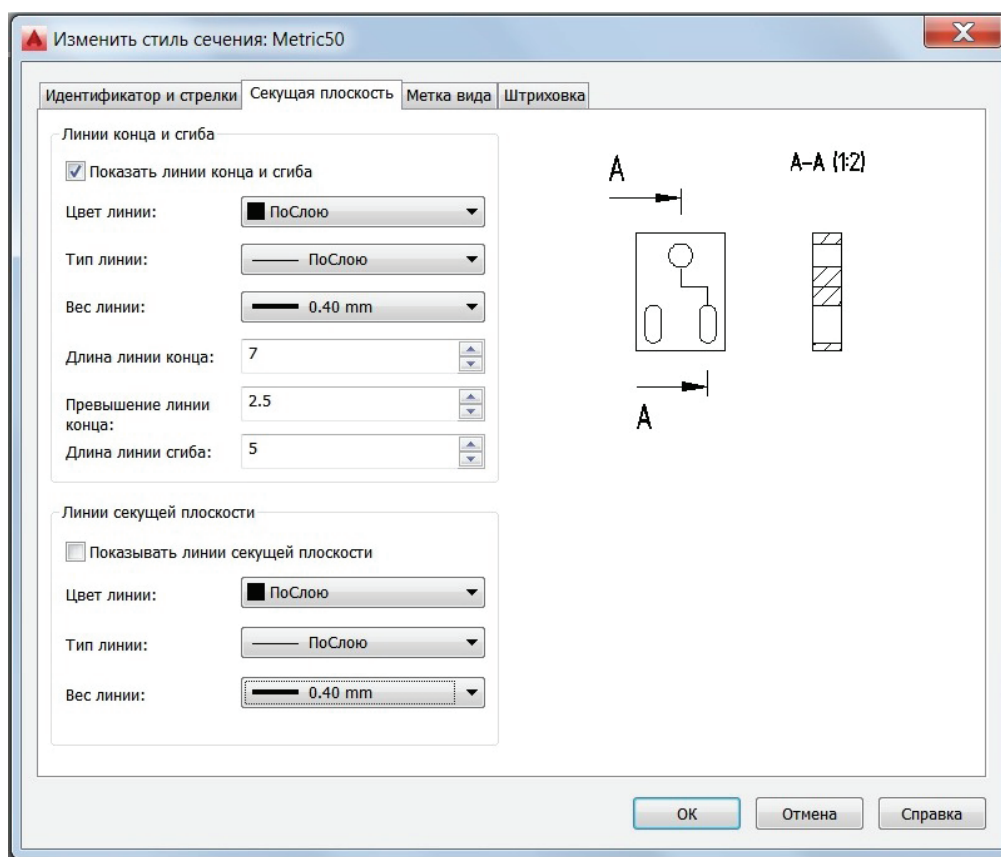

Рис. 3.3.6. Диалоговое окно **Изменить стиль сечения: Metric50**
- Вкладка **Секущая плоскость** (рис. 3.3.6)